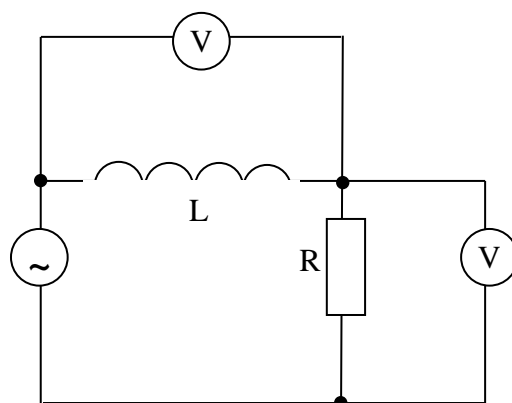

Рис. 1
1. Соберите цепь показанную на рис. 1.